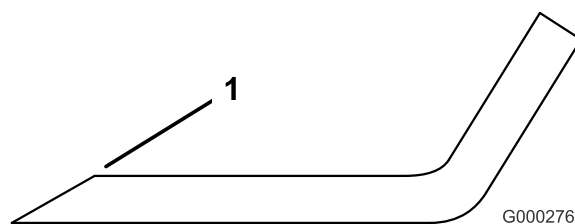

Figura 84
3. Controllate i taglienti di tutte le lame, e affilatele se fossero ottusi o scheggiati. Affilate soltanto la parte superiore del tagliente e mantenete l'angolo di taglio originale per garantire l'affilatezza (Figura 84). La lama rimane bilanciata soltanto se viene rimossa una quantità uguale di metallo da entrambi i taglienti.